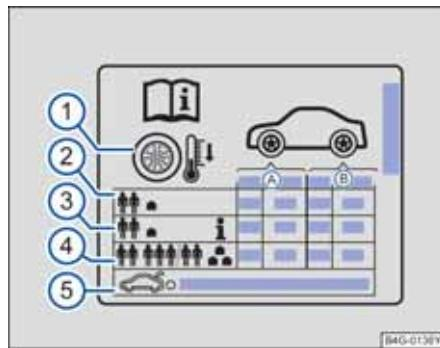

图 211 胎压标签上的图标
胎压标签上的数据 ⇒ 图 211：
根据车型的不同，胎压标签上可能包含舒适轮胎压力 ⇒ 图 211 ②。该舒适轮胎压力可提高行驶的舒适度。用舒适轮胎压力行驶时，燃料消耗可能会升高。